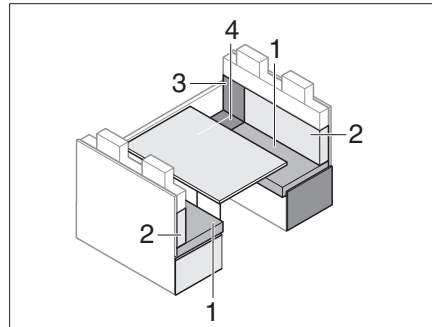

Fig. 195 Antes de la transformación
- Quitar el cojín del respaldo (Fig. 195,2) y ponerlo al lado.